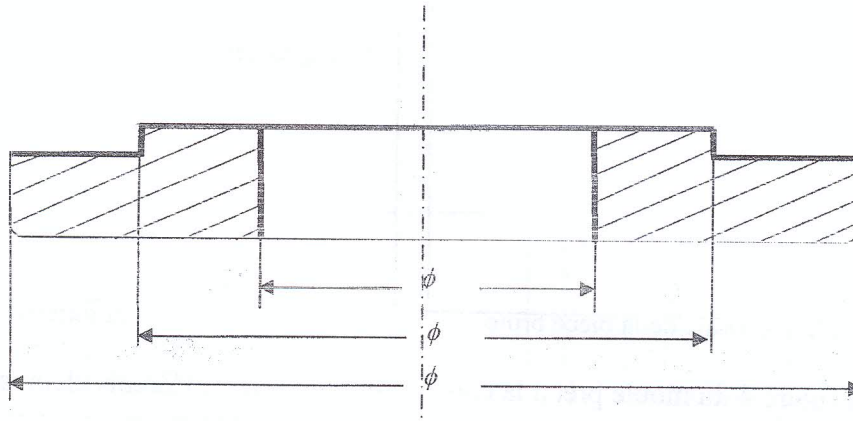

Figure1 : Couvercle
On se propose d'étudier le dossier de fabrication en se limitant à l'élaboration du brut d'une série de 5000 couvercles (figure1) par an durant 5 ans.
- 5) Proposer sur le dessin ci dessous (figure1) le plan de joint le plus approprié.